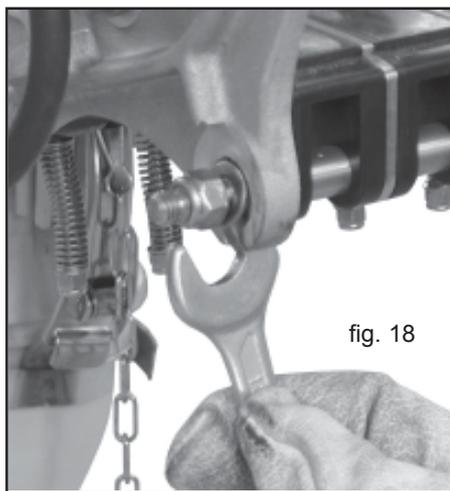

fig. 18
- 2) Das die innenliegenden Scheiben aus ihrem Sitz nach aussen gedruickt werden koennen (Abb. 18) und die Achsen freigegeben.